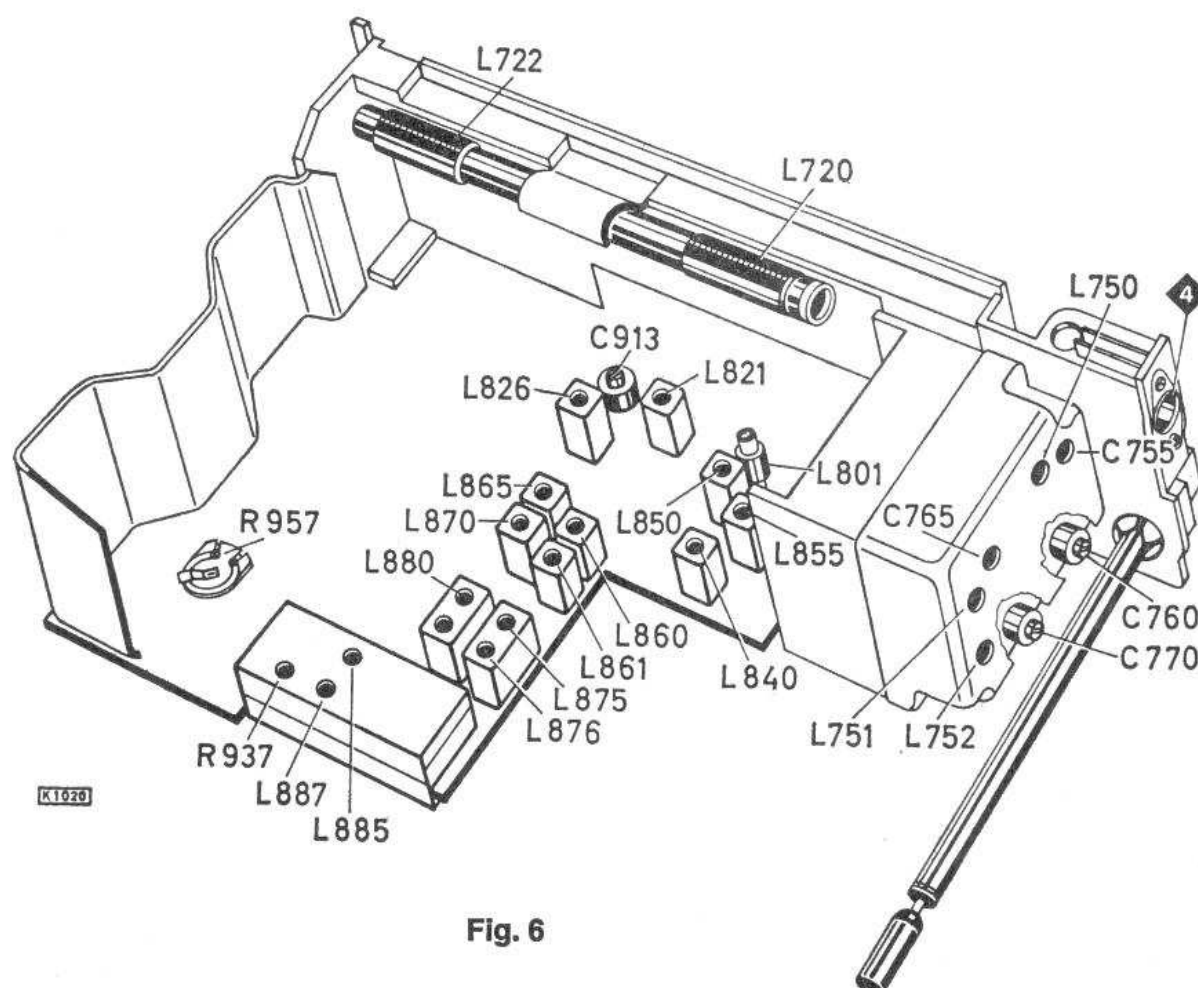

Fig. 6
- 5.3 Den Ruhestrom ca. 1 Minute nach dem Einschalten des Gerätes mit dem Einstellregler R 957 auf 4 mA + 20 - 10 % bei einer Betriebsspannung von 9 V einstellen, Fig. 6.
- 5.3 Approx. 1 minute after switching on set, set zero signal current via adjuster R 957 to 4 mA + 20 - 10 % at an operating voltage of 9 V, see fig. 6.
- 1) Ein AM-Signal, 400 Hz, 30 % moduliert, soll eine Ratiospannung von 1,0 V erzeugen. Dann mit R 937 ein Spannungsminimum am Outputmeter einstellen, Fig. 6.
- 1) An AM signal, 400 cs, 30 % modulated, must produce a ratio voltage of 1.0 V. Adjust a voltage minimum at the outputmeter by means of R 937, see fig. 6.